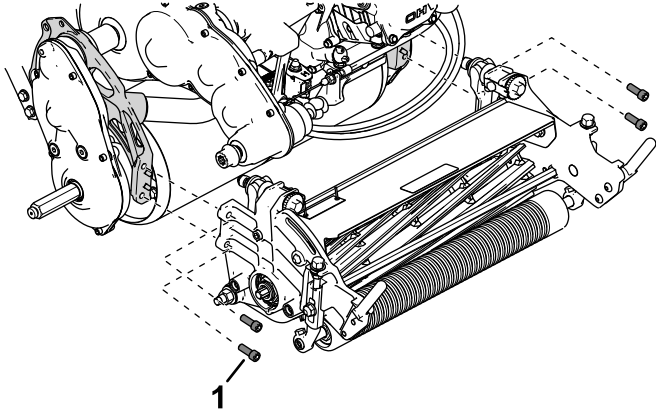

Figura 44
5. Folosiți 4 uruburi cu cap imbus pentru a fixa unitatea de tăiere pe cadru (Figura 44).